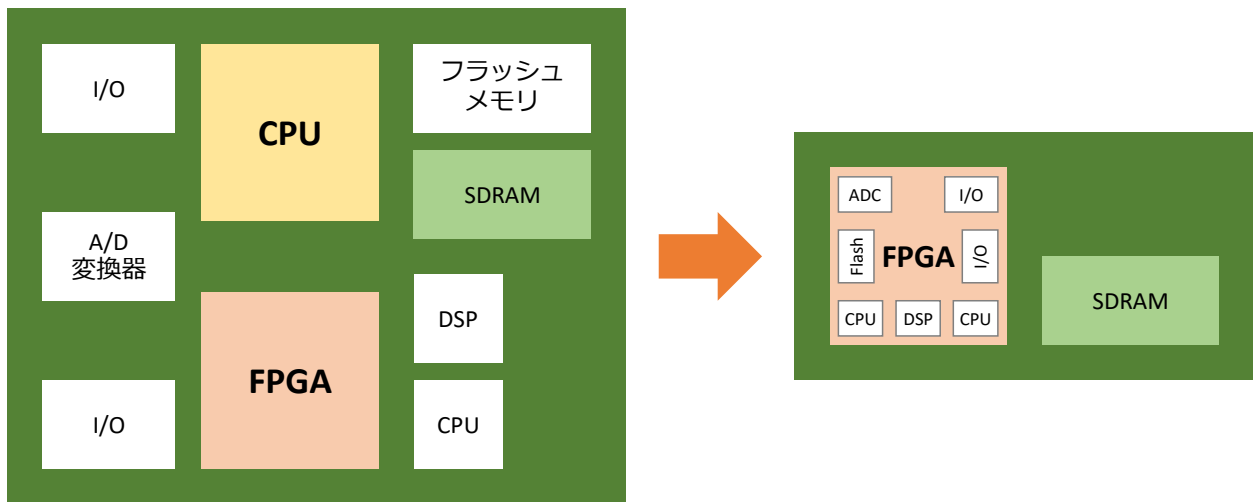

図 1.1 ソフトコアプロセッサの利用による基板の小型化. 文献 [4] をもとに作成.
- プロセッサも含めて FPGA チップに集約することで、部品点数を減らすことができる。これは、基板の小型化（図 1.1）、低消費電力化、低コスト化につながる。